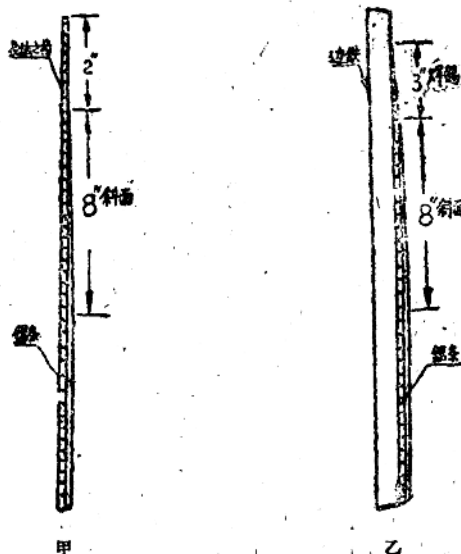

图 7
(3)在离鋸条头端 50 毫米(2吋)左右剪去三齿,作为留头記号(图 7 甲)。
(6)在缺齿处,剔出 50 毫米(2吋)留头,并在鋸条前端,用錫焊补一斜面長約 76 毫米(3吋),用銼修光(图 7 乙)。